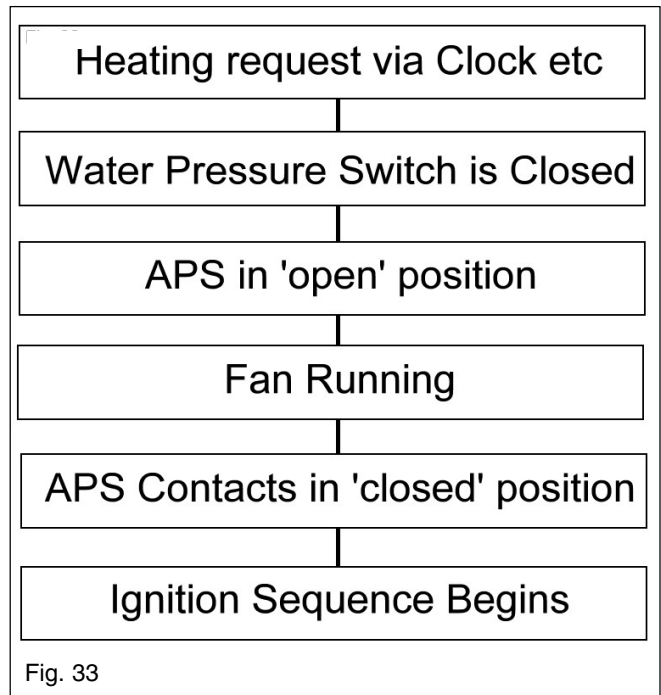

Fig. 33
**7.2.6 HEATING MODE fig. 33**